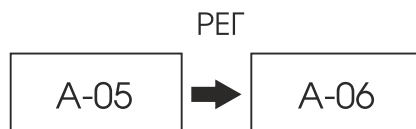

Рисунок 10. Изменение стандартной программы.
- Для изменения стандартной программы металлодетектора удерживайте нажатой в течение 5 секунд кнопку «РЕГ». На индикаторе появится надпись «А-05» как показано на рис. 10. Используйте кнопку «РЕГ» для изменения стандартной программы (от А-05 до А-50) и кнопку «ВВОД» для сохранения выбранного значения и перехода в рабочий режим металлодетектора. Программа А-05 соответствует максимальной чувствительности металлодетектора, А-50 - минимальной.